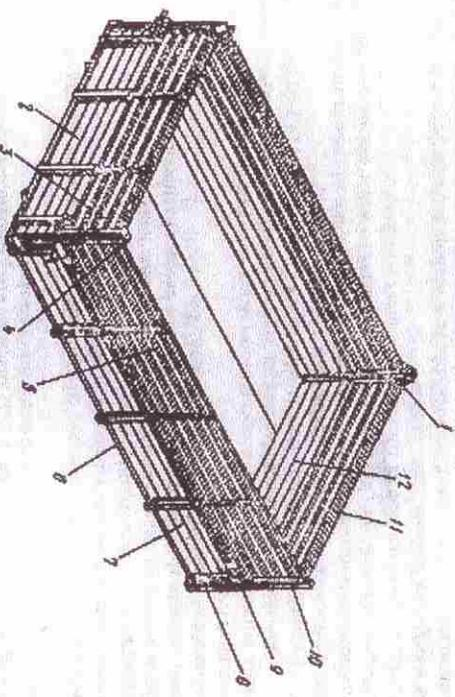

Fig. 24. Platform.
4.12 **Платформа** (рис.24). Платформа прицепа прямоугольной формы. Конструкция платформы предусматривает возможность установки надставных бортов: передних, задних и двух боковых. Наличие задних угловых стоек обеспечивает шарнирную навеску боковых и заднего надставных бортов. При установке надставных бортов емкость платформы увеличивается до 11,8 м3.